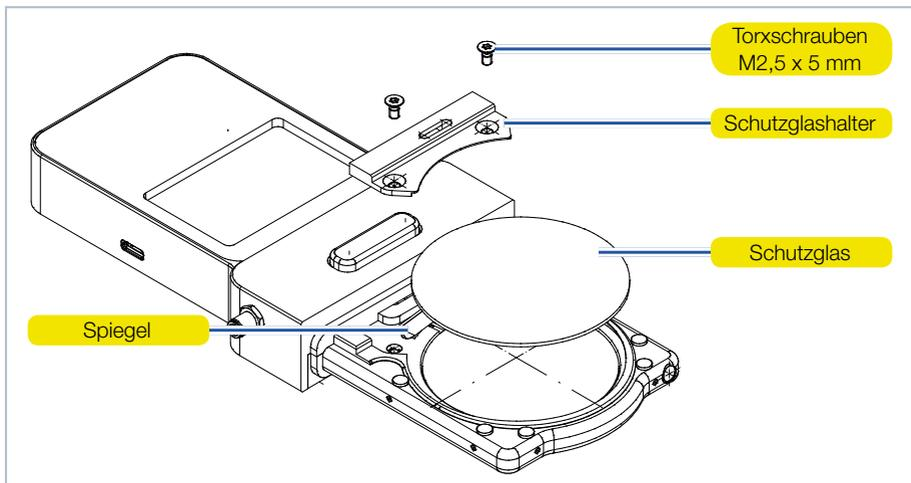

Abb. 16.3: Schutzglas der PMC-ALO wechseln
3. Legen Sie das Gerät gemäß der Abb. 16.3 auf Seite 43 ab und nehmen Sie den Schutzglashalter vorsichtig nach oben ab.
6. Setzen Sie den Schutzglashalter gemäß der Abb. 16.3 auf Seite 43 auf.